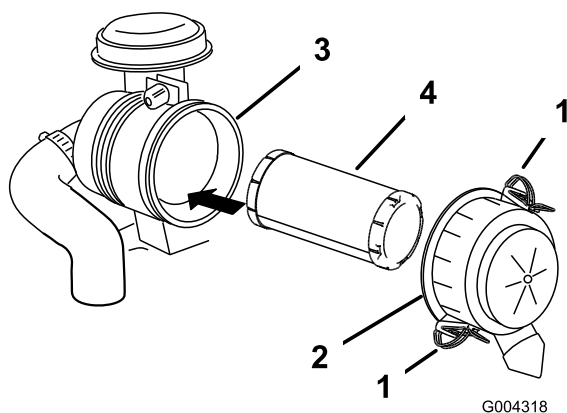

Figura 32
3. Rilasciare i dispositivi di fermo del filtro dell'aria e togliere il coperchio dal corpo del filtro (Figura 32).
5. Estraete con cautela il filtro dell'aria dal corpo del filtro dell'aria (Figura 32). Non urtate il filtro contro il corpo.
2. Inserite con cautela il filtro dell'aria nel relativo corpo (Figura 32).
3. Montate il coperchio del filtro dell'aria con il lato contrassegnato **UP** (alto) rivolto in alto, quindi fissate i dispositivi di chiusura (Figura 32).